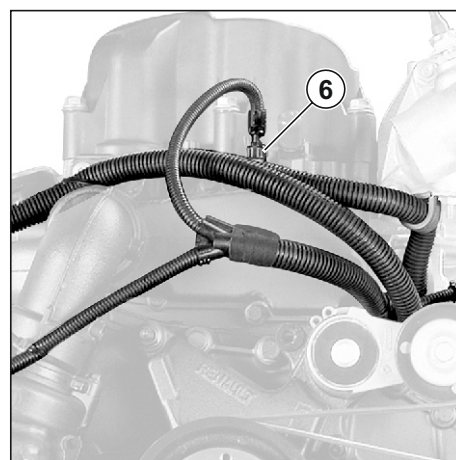

Рис. 83. Расположение датчика на двигателе (вид спереди).
- датчик давления в рампе (1);
- датчик фазы (2);
- датчик температуры и давления воздуха во впускном коллекторе (3);
- датчик частоты вращения двигателя (4) (на картере маховика);
- датчик давления масла (5);
- датчик температуры охлаждающей жидкости (6) (см. Рис. 83);
- датчик температуры и давления топлива (7);